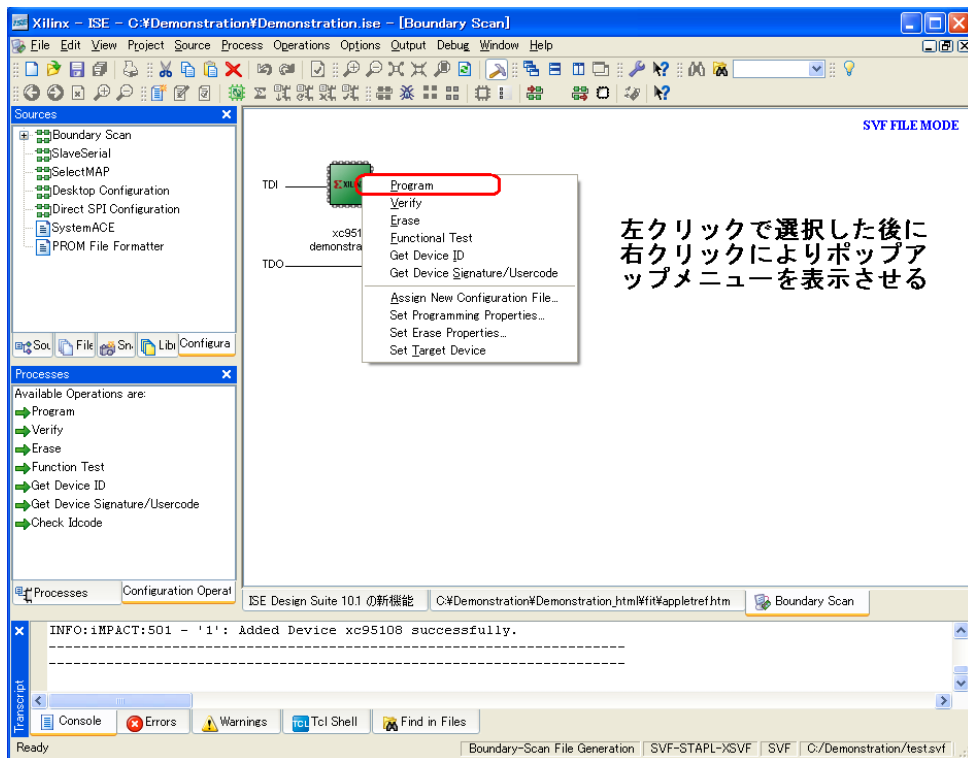

図 7.4: SVF ファイル出力
6. 図 7.4 のように、CPLD を表すアイコンをまずは左クリックすることにより選択し、その後右クリックするとポップアップメニューが現れる。ここで「Program」を選択する。